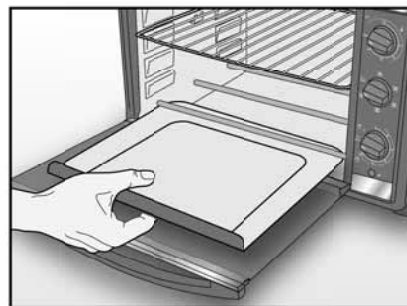

Fig. 5
- Utilizzando appositi guanti da cucina, estrarre il vassoio raccogli briciole (P) e procedere con la sua pulizia. Reinserirlo quindi all'interno dell'apparecchio facendo attenzione a posizionarlo correttamente sotto le resistenze (N) (Fig. 5).
- La leccarda (D), la griglia (C), il vassoio raccogli briciole (P) e lo spiedo (E) possono essere lavati